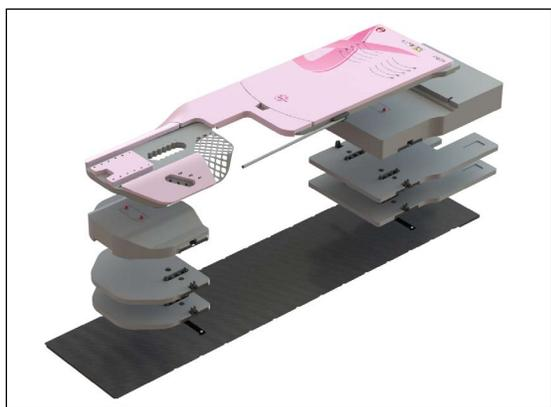
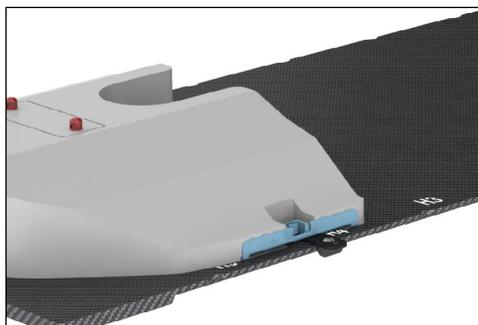

Abb. 3
Abb. 5
2. Platzieren Sie die CT-Zwischenlagen und die CT-Ausgleichscheiben gemäß der von Ihnen vorgesehenen Einrichtung an den Indexschienen (Abb. 3 und 4). Positionieren Sie die CT-Zwischenlagen und die CT-Ausgleichscheiben an jeweils denselben Positionen (A, B, C oder D) für die untere und die obere CT-Zwischenlage (Abb. 5, 6 und 7). Die Ausgleichscheiben können übereinander verwendet werden, um die Höhe in 2,5-cm-Schritten zu erweitern.